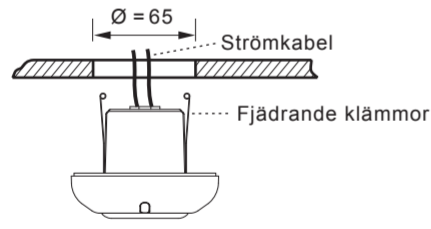

FIG.12
4.4.2.4 Stäng detektorns två fjädrande klämmor och stick in detektorn i det borrade hålet i taket (se FIG.12).